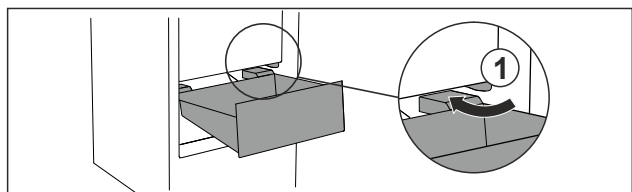

Fig. 78
- ▶ Prevedte zásuvku šikmo okolo zarážok Fig. 78 (1).